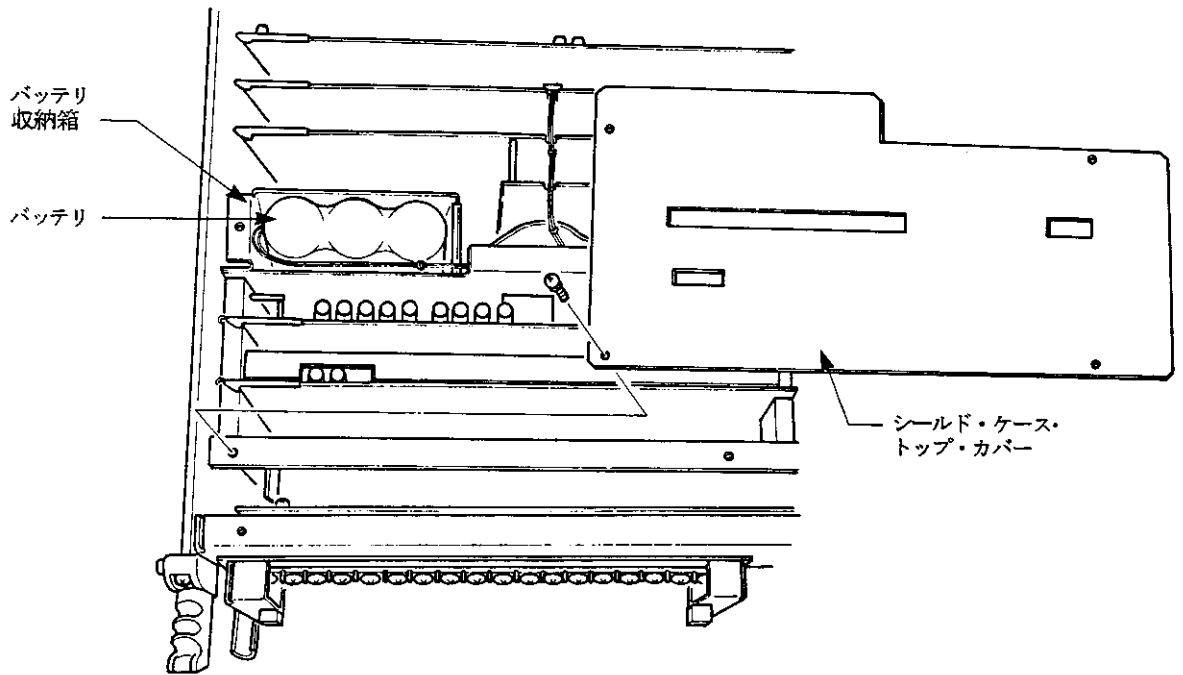

図 9-2 バッテリ交換の参考図
- ① 本器のトップ・カバーをはずし、[ 図 9-2 ] のシールド・ケース・トップ・カバーのビス 4 個をはずします。
- ② バッテリをバッテリー収納箱に挿入し、バッテリー・リード・コネクタをバッテリー取付けコネクタに差込んで下さい。コネクタの取付け方向は、どちらでもよいです。なお、バッテリー・リード線はバッテリー・リード線用溝に挿入して下さい。
- ③ シールド・ケース・トップ・カバーおよびトップ・カバーを取付けて下さい。